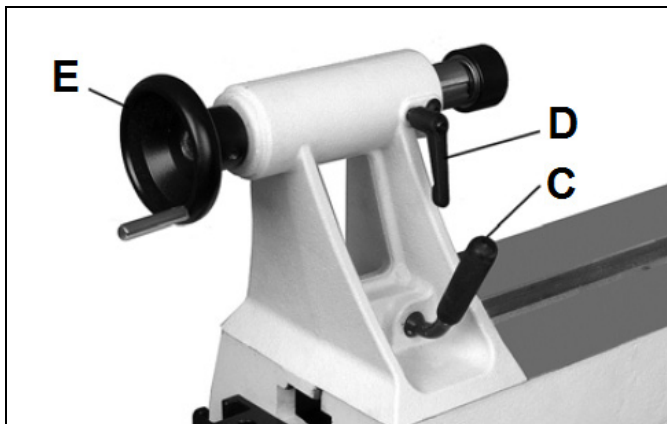

Fig 29
Drehen Sie das Handrad (E, Fig 29) im Uhrzeigersinn um die Pinole auszufahren und klemmen Sie mit dem Indexiergriff (D).